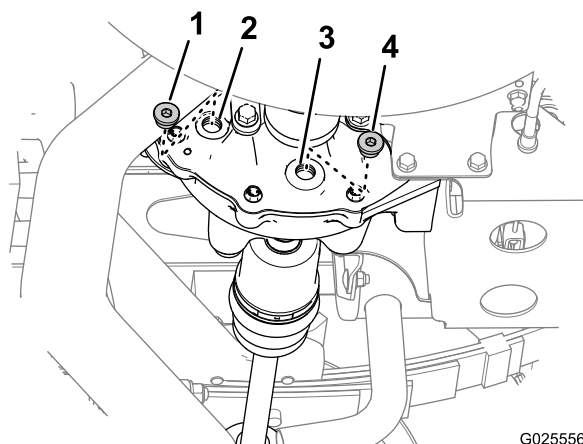

Figura 75
1. Alinhe um recipiente de escoamento com o tampão de escoamento (Figura 75).
2. Retire o tampão de enchimento do orifício de enchimento e o tampão de escoamento do orifício de escoamento do diferencial (Figura 75).
4. Coloque o tampão de escoamento no orifício de escoamento (Figura 75) e aperte o tampão com 14 a 19 N m.
5. Adicione 550 ml do óleo especificado no orifício de enchimento do diferencial (Figura 75).
6. Coloque o tampão de enchimento no orifício de enchimento (Figura 75) e aperte o tampão com 14 a 19 N m.